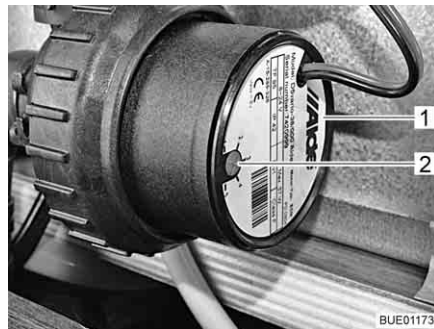

Fig. 161 Reducción de la velocidad
La velocidad de la bomba de circulación se puede ajustar con el regulador giratorio (Fig. 161,2). Con una velocidad reducida disminuyen los ruidos de rodadura de la bomba.
El regulador giratorio se encuentra en la bomba de circulación (Fig. 161,1).
- Girar el regulador giratorio (Fig. 161,2) en sentido contrario a las agujas del reloj. Se reduce la potencia.